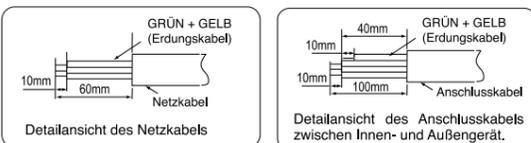

Abb. 1-2
- (1) Schneiden Sie das Verbindungskabel und das Netzkabel ab und entfernen Sie die Isolierung von den Drähten, wie es in Abb. 1-2 dargestellt ist.